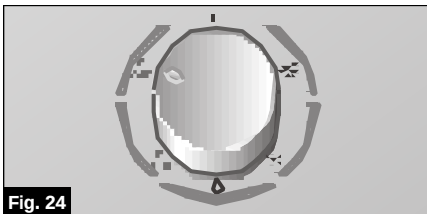

Fig. 24
- Seleccionar la velocidad de purificación: máxima  o silenciosa , **Fig. 24**.